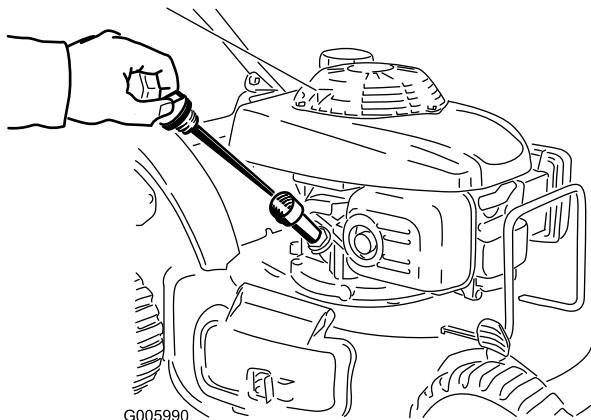

Figura 12
1. Retire la varilla (Figura 12).
2. Vierta aceite **lentamente** por el tubo de llenado de aceite, comprobando el nivel con la varilla de vez en cuando, hasta que la varilla indique que el motor está lleno, tal como muestra Figura 12. **No llene demasiado.** (Capacidad máxima: 20 onzas (0,55 l), tipo: **SAE 30, aceite detergente** con clasificación de servicio API , SH, SJ, SL o superior)